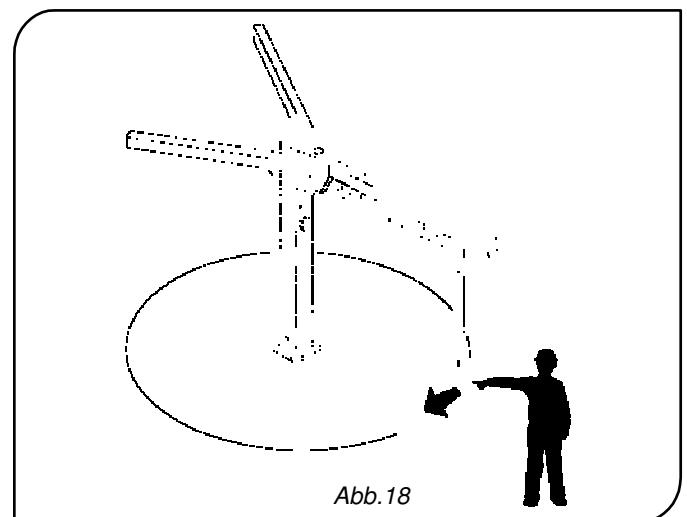

Abb. 18
- Die Eignung der Manövriebereiche (Rotation) prüfen, die für den Schwenkkran zur Verfügung steht, vor allem, wenn dieser gemeinsam mit anderen Kranen oder sonstigen Maschinen zum Einsatz kommt (Abb.18);